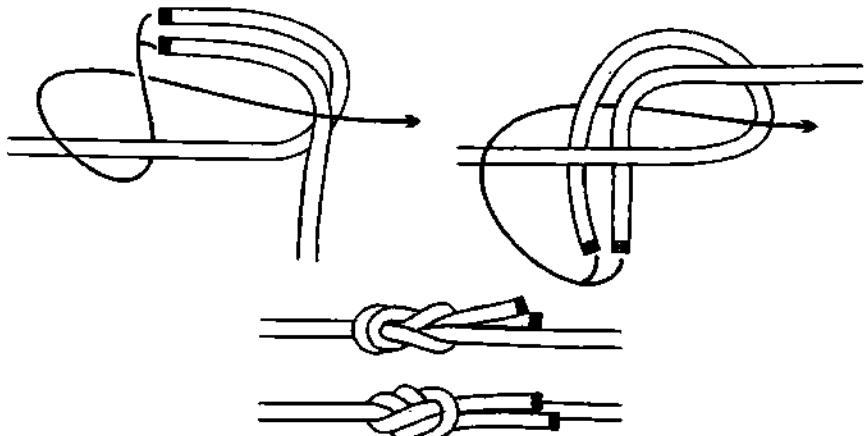

Рис. 911. 3-й способ вязки **двойного ткацкого узла**.
**3-й способ вязки двойного ткацкого узла.** Сдвоенными концами вяжется **восьмёрка** (рис. 911).